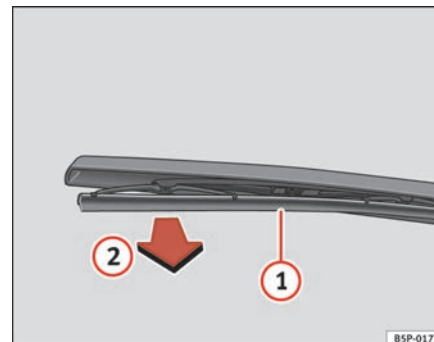

Abb. 169 Scheibenwischerblatt hinten auswechseln
⇒ Abb. 169.
- Hängen Sie das Wischerblatt ① aus und ziehen Sie es heraus
② ⇒ Abb. 169.